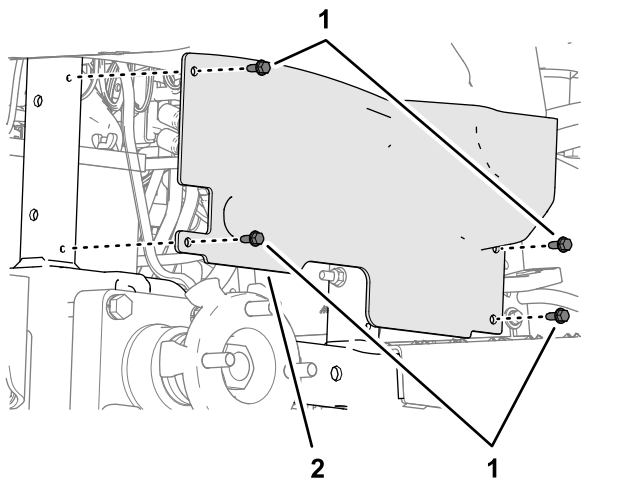

Figura 31
3. Retire os quatro parafusos flangeados ($\frac{1}{4}$ pol. x $\frac{5}{8}$ pol.) que prendem o resguardo da roda ao chassi da máquina (Figura 31).
6. Alinhe os furos no resguardo da roda com a estrutura da máquina (Figura 31) e prenda o resguardo à estrutura com os quatro parafusos flangeados ($\frac{1}{4}$ pol. x $\frac{5}{8}$ pol.) que removeu no passo 3.